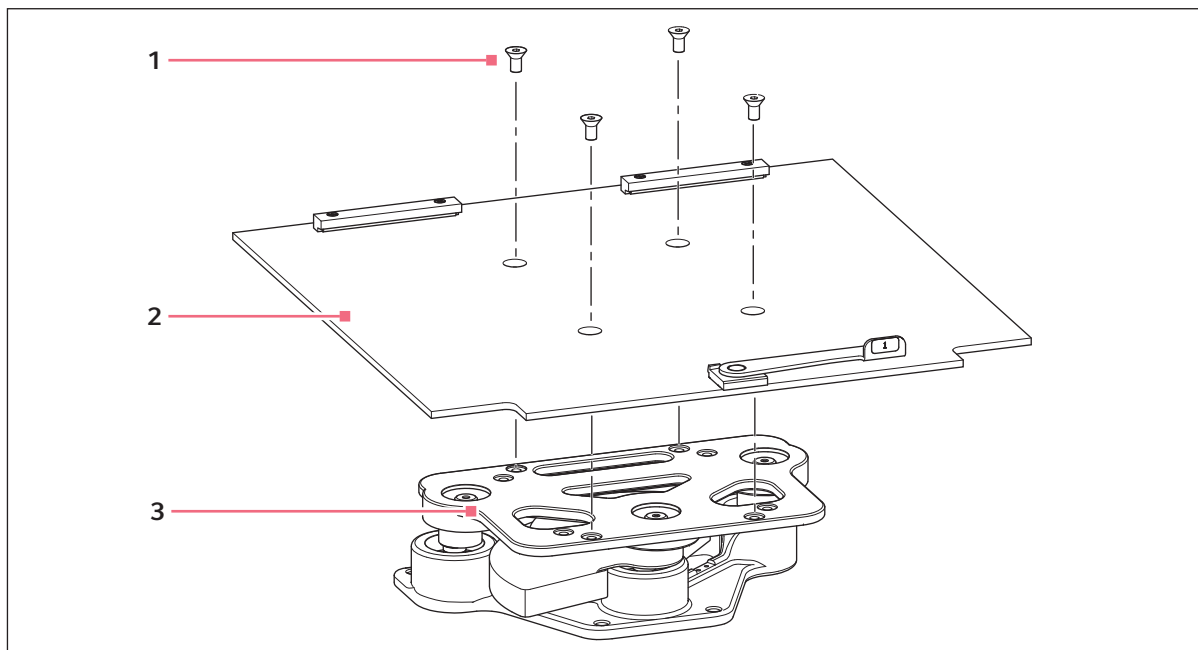

Рис. 8-1: Установка субплатформы
Перед началом эксплуатации необходимо установить субплатформу и платформу на прибор. Шейкер поставляется с четырьмя винтами с внутренним шестигранником для платформы, которые установлены в корпусе подшипника (см. рис. 8-1 на стр. 41).
2. Разместите субплатформу на корпусе подшипника, направив ее как показано на рисунке (см. рис. 8-1 на стр. 41), канавки и рычаг должны быть направлены вперед, при этом рычаг должен указывать вверх.